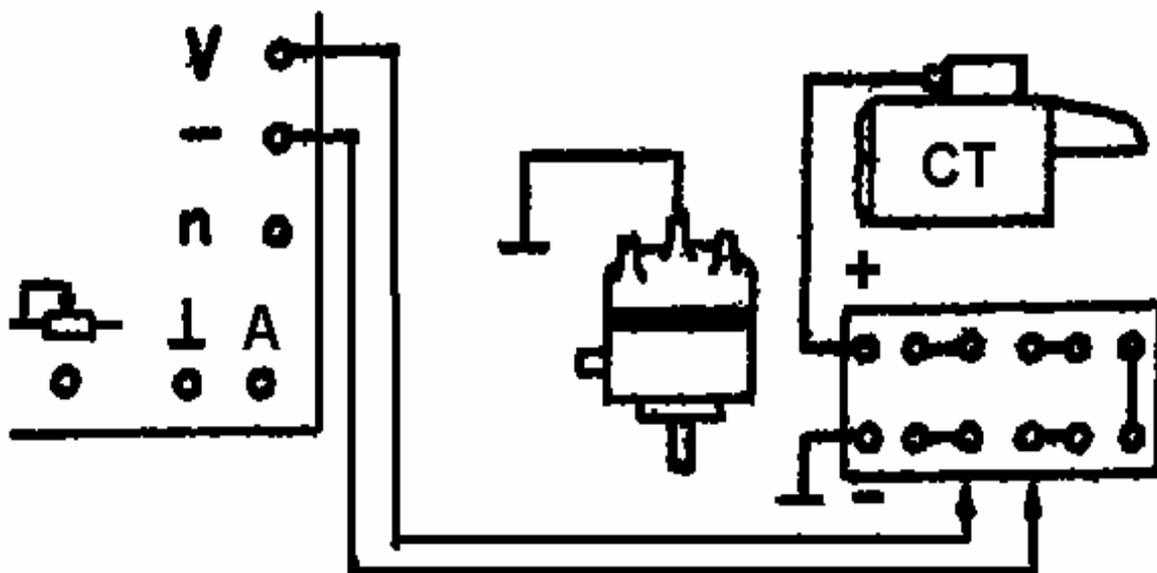

Рис. 4. Схема проверки АБ прибором КИ-1093
- к клеммам «V» и «←» прибора присоединяются два провода с игольчатыми щупами (рис. 4);